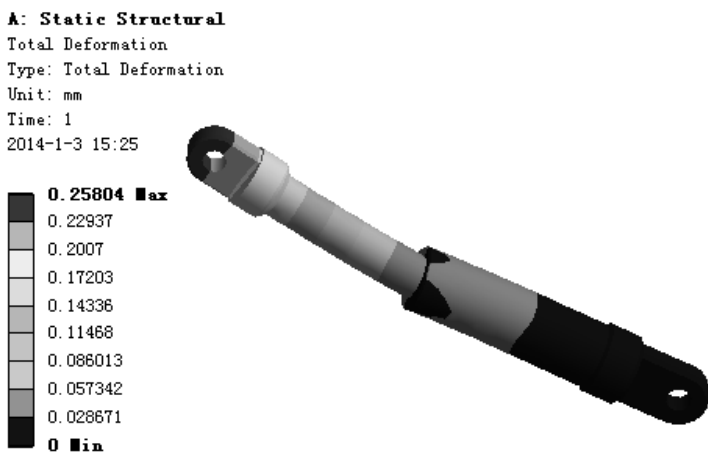

图 7.6.39 位移变形结果图解
(3) 查看位移结果图解。在“Outline”窗口中选中 **Total Deformation**，查看图 7.6.39 所示的位移变形结果，其最大位移为 0.25804 mm。